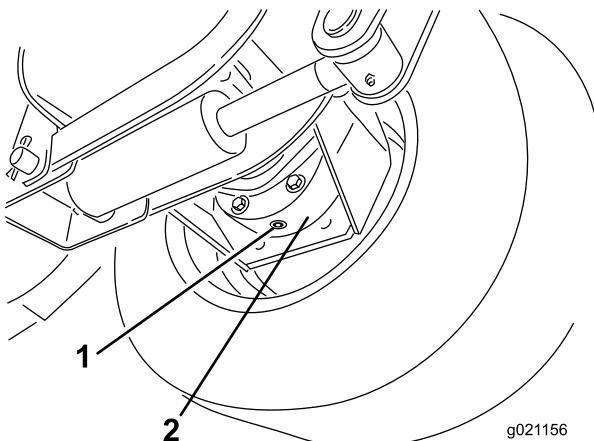

Figura 75
- Coloque un recipiente debajo del alojamiento del freno, retire el tapón y deje que se drene el aceite (Figura 75).